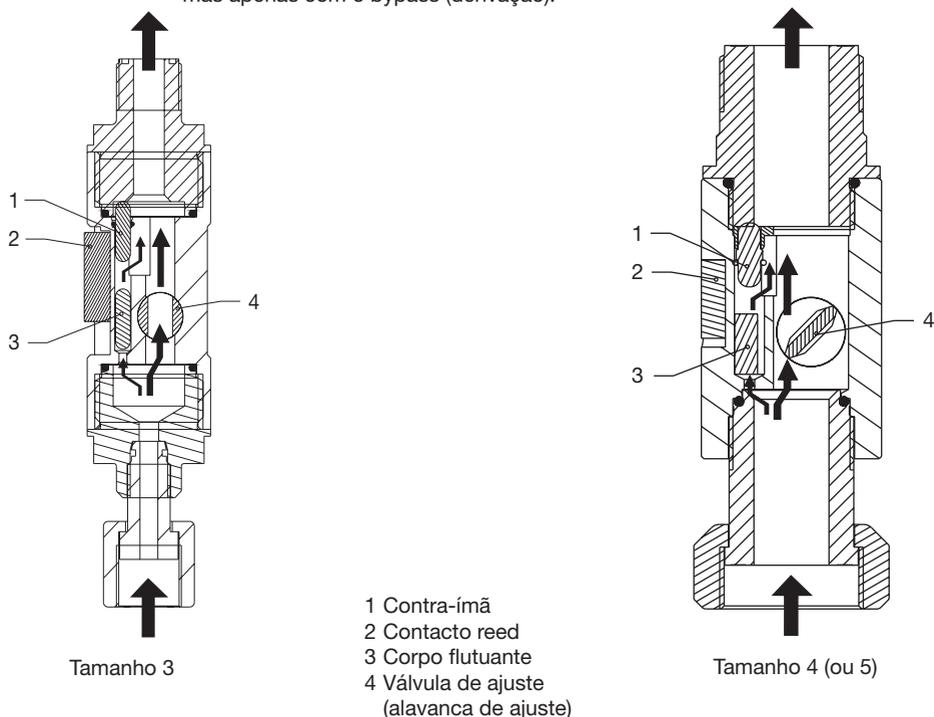

Fig. 1
A monitorização de dosagem "Flow Control" é composta por um tubo com corpo flutuante (3) e por um bypass (derivação) com secção regulável (ver fig. 1). Através da secção regulável (alavanca de regulação) o Flow Control pode ser adaptado ao volume de curso da bomba – adapta-se a sua sensibilidade de reacção.
- **O contacto reed, no tamanho 3, deve ser fixado na posição superior (fig. 1)!**